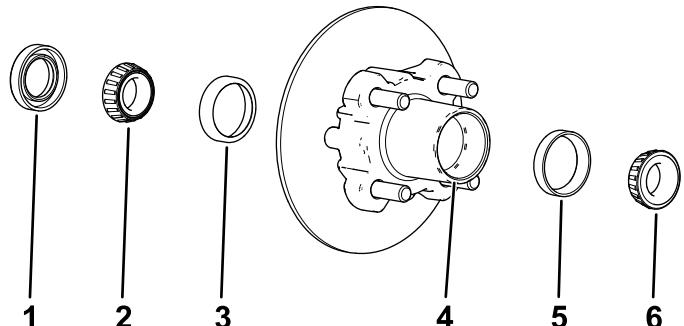

Figura 39
1. Rimuovete il cuscinetto esterno e il relativo anello dal mozzo (Figura 39).
2. Rimuovete la guarnizione e il cuscinetto interno dal mozzo (Figura 39).
- Pulite la cavità del mozzo da tutto il grasso, la sporcizia e i detriti (Figura 39).
- Riempite la cavità del mozzo per il 50–80% di grasso specificato (Figura 39).
- Montate il cuscinetto interno sull'anello sul lato interno del mozzo e montate la guarnizione (Figura 39).